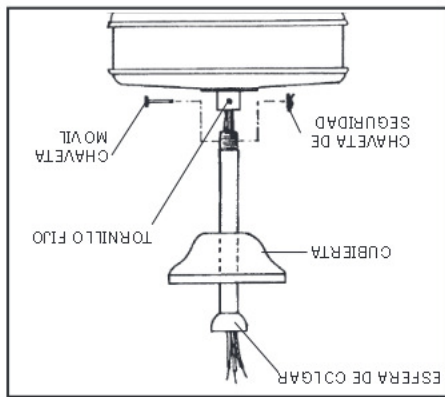

FIG. 7
**Paso 3.** (Fig. 7) Afloje el tornillo fijo de la esfera de soporte y quite la del tubo de montaje. Quite la chaveta de seguridad y la chaveta móvil.